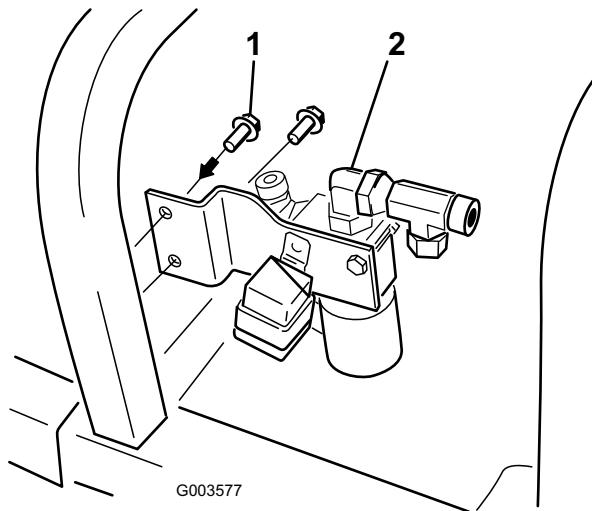

Figura 12
7. Instale el soporte de la válvula en el bastidor de la máquina con 2 pernos autorroscantes (9/32 x 3/4 pulg.) (Figura 12).